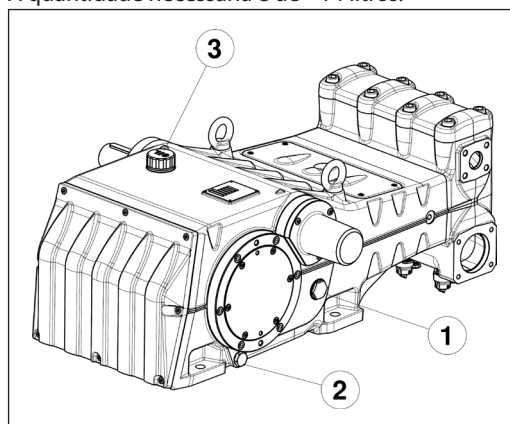

Fig. 3
Verifique o nível do óleo através das luzes adequadas colocadas lateralmente ①, Fig. 3.
Se necessário, complete até a tampa do óleo. ③, Fig. 3.
O controle correto do nível do óleo é realizado com a bomba em temperatura ambiente, a troca do óleo é executado com bomba de temperatura de trabalho, removendo: a haste do nível do óleo pos. ②, Fig. 3.